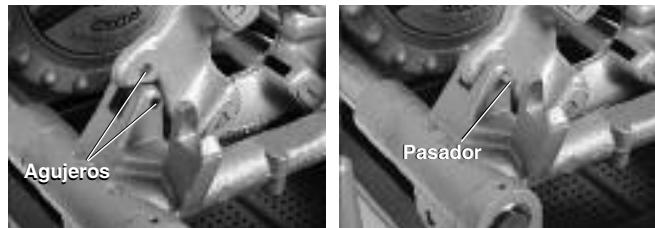

Figura 26 – Retención del cabezal de terrajas a la izquierda en su lugar
2. Para mantener la posición, coloque un pasador de  $\frac{5}{16}$ " y de 2" de largo a través de los agujeros en la base del carro y del cabezal de terrajas a mano izquierda (vea la Figura 26).